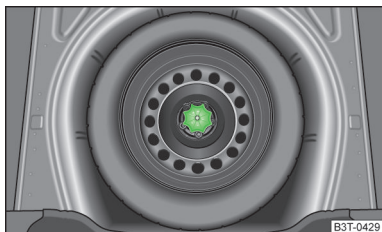

Fig. 171
Roata de rezervă resp. de urgență este situată într-un locaș aflat sub podeaua portbagajului și este fixată cu o piuliță specială » fig. 171.
- Deșurubați piulița » fig. 171 rotind în sens antiorar.
- Înșurubați piulița » fig. 171, rotind în sens orar, până când roata este bine fixată.